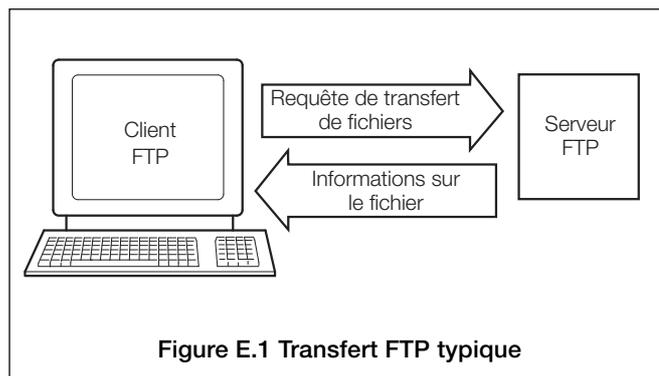

Figure E.1 Transfert FTP typique
E.1.2 Protocoles de niveau supérieur – Figures E.1 et E.2
FTP fournit un mécanisme fiable de transfert des fichiers entre un client et un serveur – voir Figure E.1